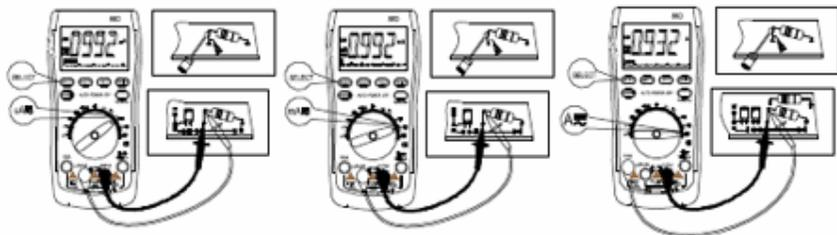

図 11-1
- 1: 黒い測定コードを COM 端子に、赤い測定コードを μA mA 端子、または 10A 端子に差し込んでください (図 11-1)。